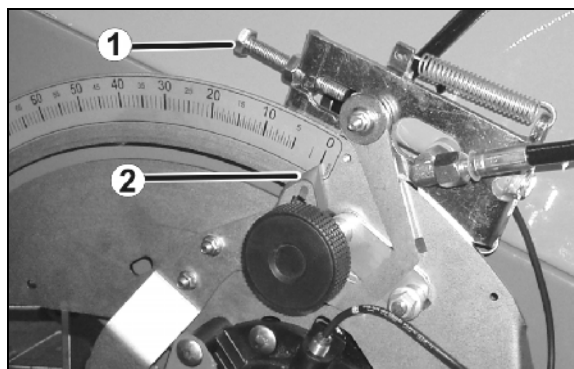

Рис. 112
3. Установите регулировочным винтом (Рис. 112/1) указатель (Рис. 112/2) рычага передач на нужное положение редуктора для увеличенной нормы высева
Выворачивание регулировочного винта (Рис. 112/1):
Вворачивание регулировочного винта (Рис. 112/1):